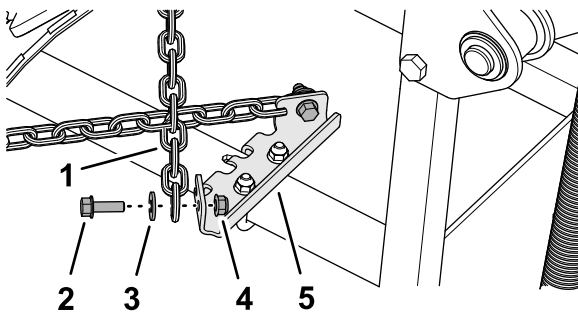

図 14
1. 取り付けしたチェーン **図 14** を牽引バーにクロスさせる。
3. チェーンをストップブラケットに取り付けるフランジヘッドボルト5/16 x 1"、ワッシャ3/8 x 7/8"、フランジロックナット5/16"を使用して **図 14** のように取り付ける。